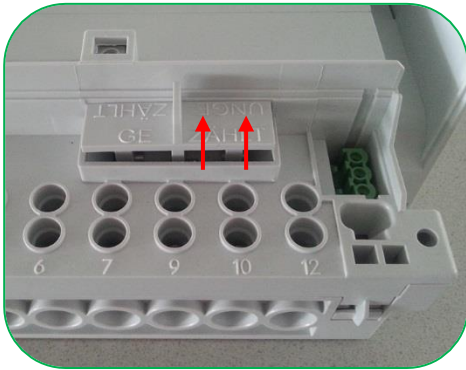

Bild 51: Sicherungs-Gehäuse Öffnung
1. Sicherungs-Gehäuse nach oben ziehen (siehe Bild 51).